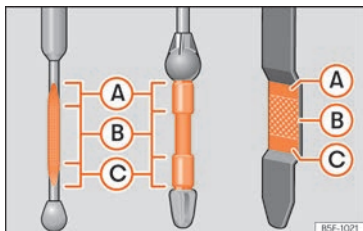

Fig. 282 Asta di misurazione livello olio motore.
- In seguito, estrarla di nuovo e controllare il livello dell'olio »» **fig. 282**. Se necessario, rabboccare dell'olio.
- Quando il livello raggiunge almeno la zona » **fig. 282 (B)**, avvitare attentamente il tappo del bocchettone di rifornimento » **ⓘ.**
Se il livello dell'olio si trova al di sopra della zona » **fig. 282 (A), non avviare il motore. Pericolo di danni al motore e al catalizzatore! Rivolgersi presso un'officina specializzata.**
Il livello dell'olio non deve superare assolutamente il settore » **fig. 282 (A). L'olio in eccesso potrebbe altrimenti essere aspirato attraverso lo sfiatto del basamento ed essere liberato nell'atmosfera attraverso l'impianto di scarico.**